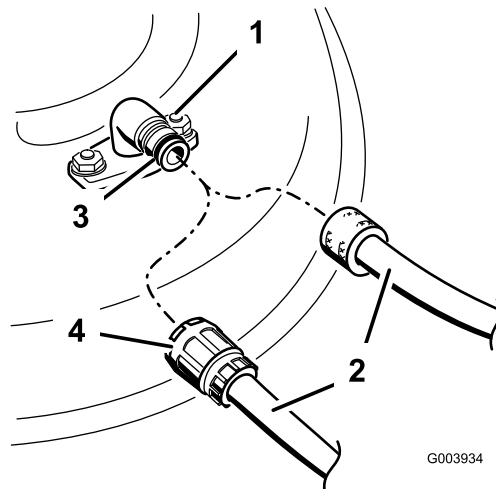

Bild 51
- Montieren Sie die Schlauchkupplung auf die Kupplung am Mähwerk-Spülanschluss und drehen Sie das Wasser mit starkem Druck auf (Bild 51).